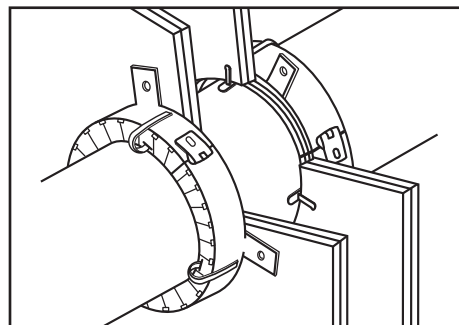

Figure 6 : Application pour mur de gypse ou élément de maçonnerie de béton creux.
- A. Le dispositif pour tuyaux en plastique doit être installé des deux côtés du mur. Répéter les étapes précédentes pour installer le deuxième dispositif pour tuyaux en plastique (Figure 6).